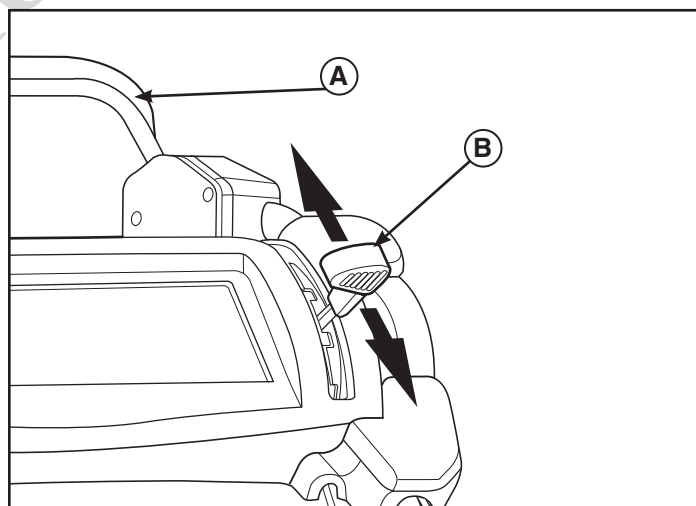

Abb. 6
- Heben Sie den Antriebsbügel (**A**, Abb. 6) nach oben gegen den Führungsgriff an, um das Hinterrad-Antriebssystem einzurücken.